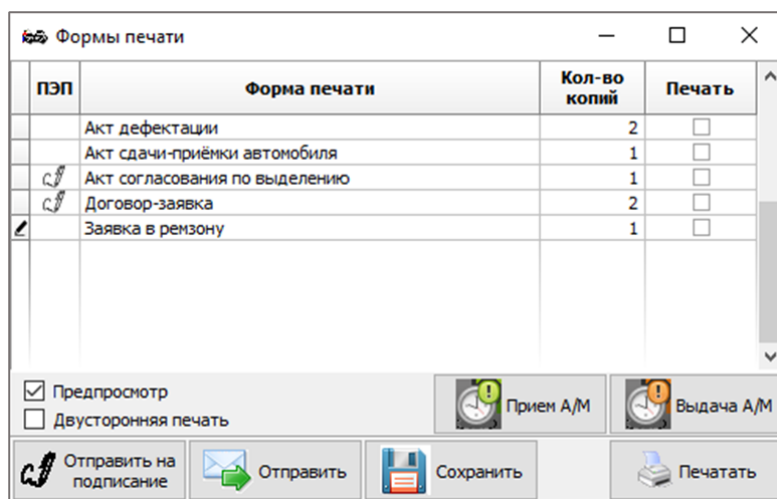

рис. 205
2. В открывшемся окне **Формы печати** выберите документ, который нужно распечатать (рис. 205).